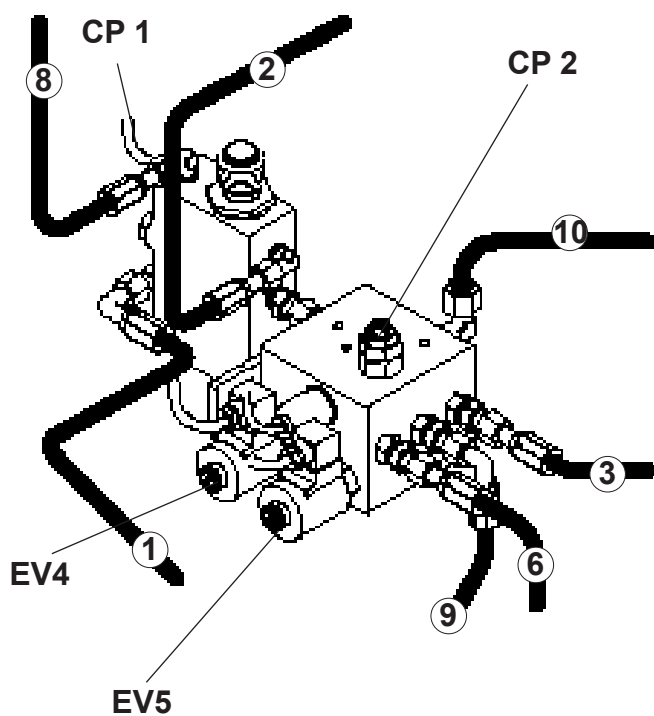
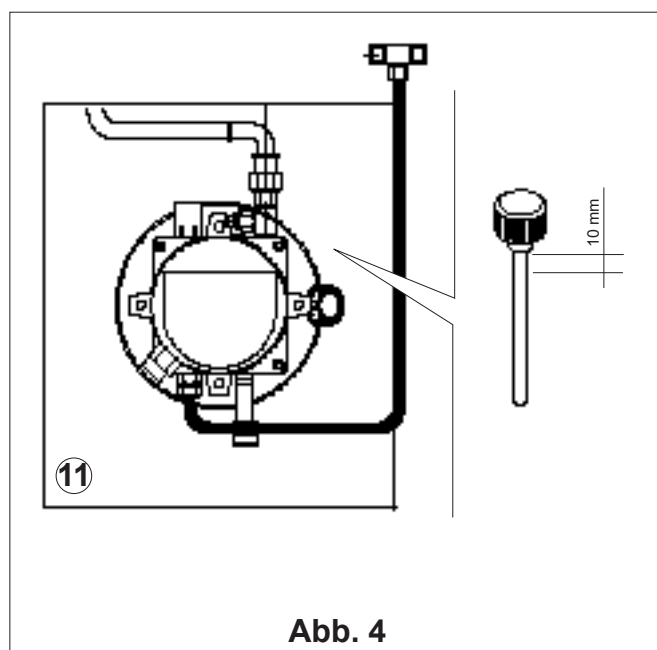

Abb. 3
Abb. 4
- Das Rohr (8) am Ventil und am Zylinder (A) anschließen.
- Das Entwässerungsrohr (5) am Steuergerät anschließen.
- Den Tank (7) mit Öl ESSO NUTO H32 oder gleichwertigem Öl füllen (Menge).
- Das Stromkabel am Druckwächter CP anschließen (Abb. 3)
- Die Entwässerungsrohre (4 und 5) am Steuergerät (11) mithilfe des Rohrs (7) (Abb. 4) anschließen.
- Den Tank (12) mit Öl ESSO NUTO H32 oder gleichwertigem Öl füllen (Menge).
- Schließen Sie die elektrischen Kabel, die an der Steuereinheit vorhanden sind, an den Magnetventilen EV4-EV5 und den Druckschaltern CP1-CP2 (Abb. 3) an.